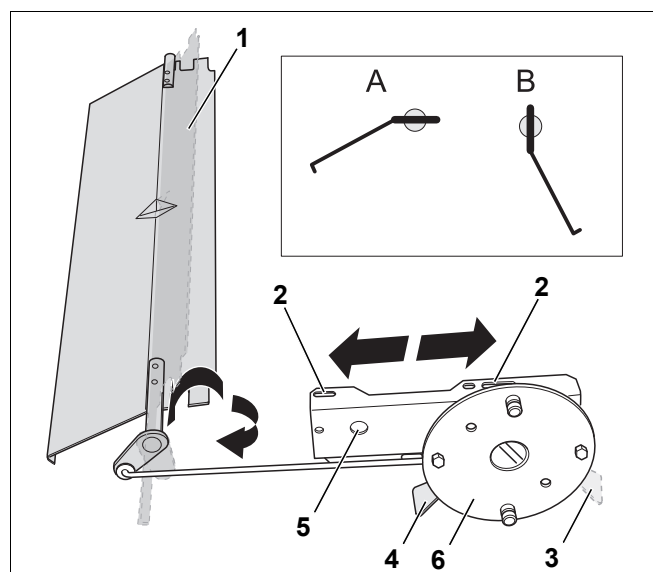

Рис. 12 Регулирование клапанов АК 114/АК 204
Положение заслонки регулируется смещением кронштейна в продольных отверстиях (рис. 12, стр. 11).
Регулировка заслонки выполняется одинаково у всех запорных клапанов АК 114, АК 204, АК 304 и АК 334 (рис. 12).
- Установите рукоятку кронштейна в положение "ОТКРЫТО" (рис. 12, [4]).
Поверхность у оси вращения заслонки (рис. 12, [1]) должна в положении "ОТКРЫТО" (рис. 12, **положение А**) располагаться горизонтально.
- Проверьте положение заслонки "ОТКРЫТО" (рис. 12, **положение А**), при необходимости отрегулируйте заслонку (рис. 12, [1]) смещением кронштейна (рис. 12, [5]) вперед или назад.
Поверхность у оси вращения заслонки должна в положении "ЗАКРЫТО" (рис. 12, **положение В**) располагаться вертикально.
- Проверьте положение заслонки "ЗАКРЫТО" (рис. 12, **положение В**), при необходимости отрегулируйте заслонку (рис. 12, [1]) смещением кронштейна (рис. 12, [5]) вперед или назад.
- После регулировки проверьте, чтобы рукоятка беспрепятственно достигала конечных положений "ЗАКРЫТО" и "ОТКРЫТО" (рис. 12, [3] и [4]) защитного диска (рис. 12, [6]).
Серводвигатель имеет два конечных положения. Серводвигатель отключается в положениях "ОТКРЫТО" (рис. 12, **положение А**) и "ЗАКРЫТО" (рис. 12, **положение В**), что защищает его от перегрузки (рис. 12, стр. 11).
Включать котел можно только в том случае, когда серводвигатель стоит в конечном положении "ОТКРЫТО" и отключен (рис. 12, стр. 11).